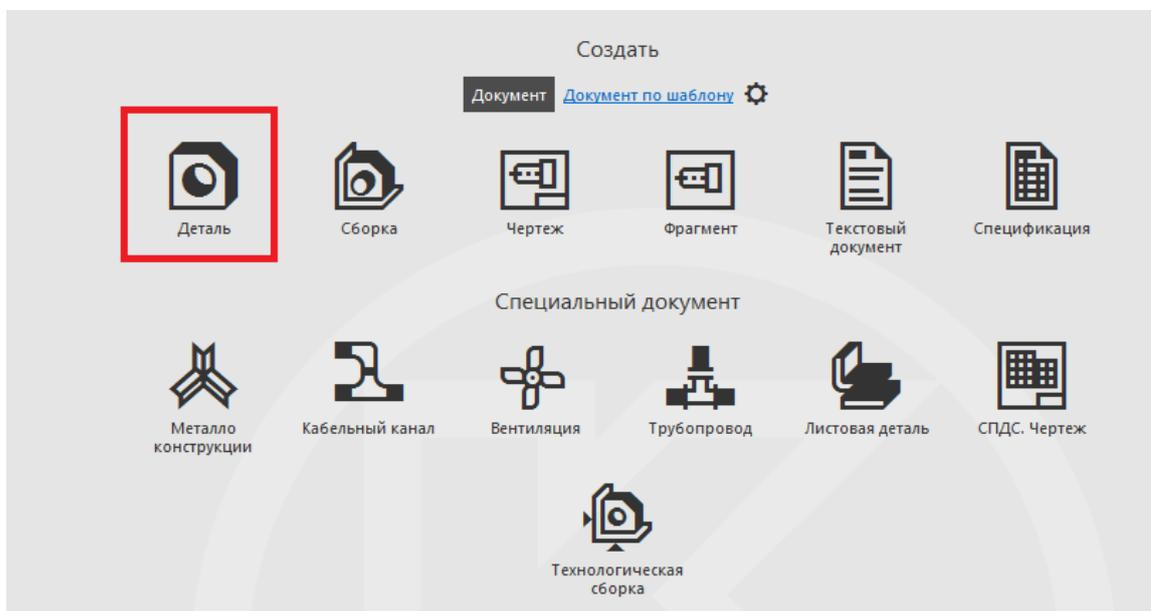

Рис. 73
1. В САПР КОМПАС-3D создаём документ «Деталь» (рис. 73).